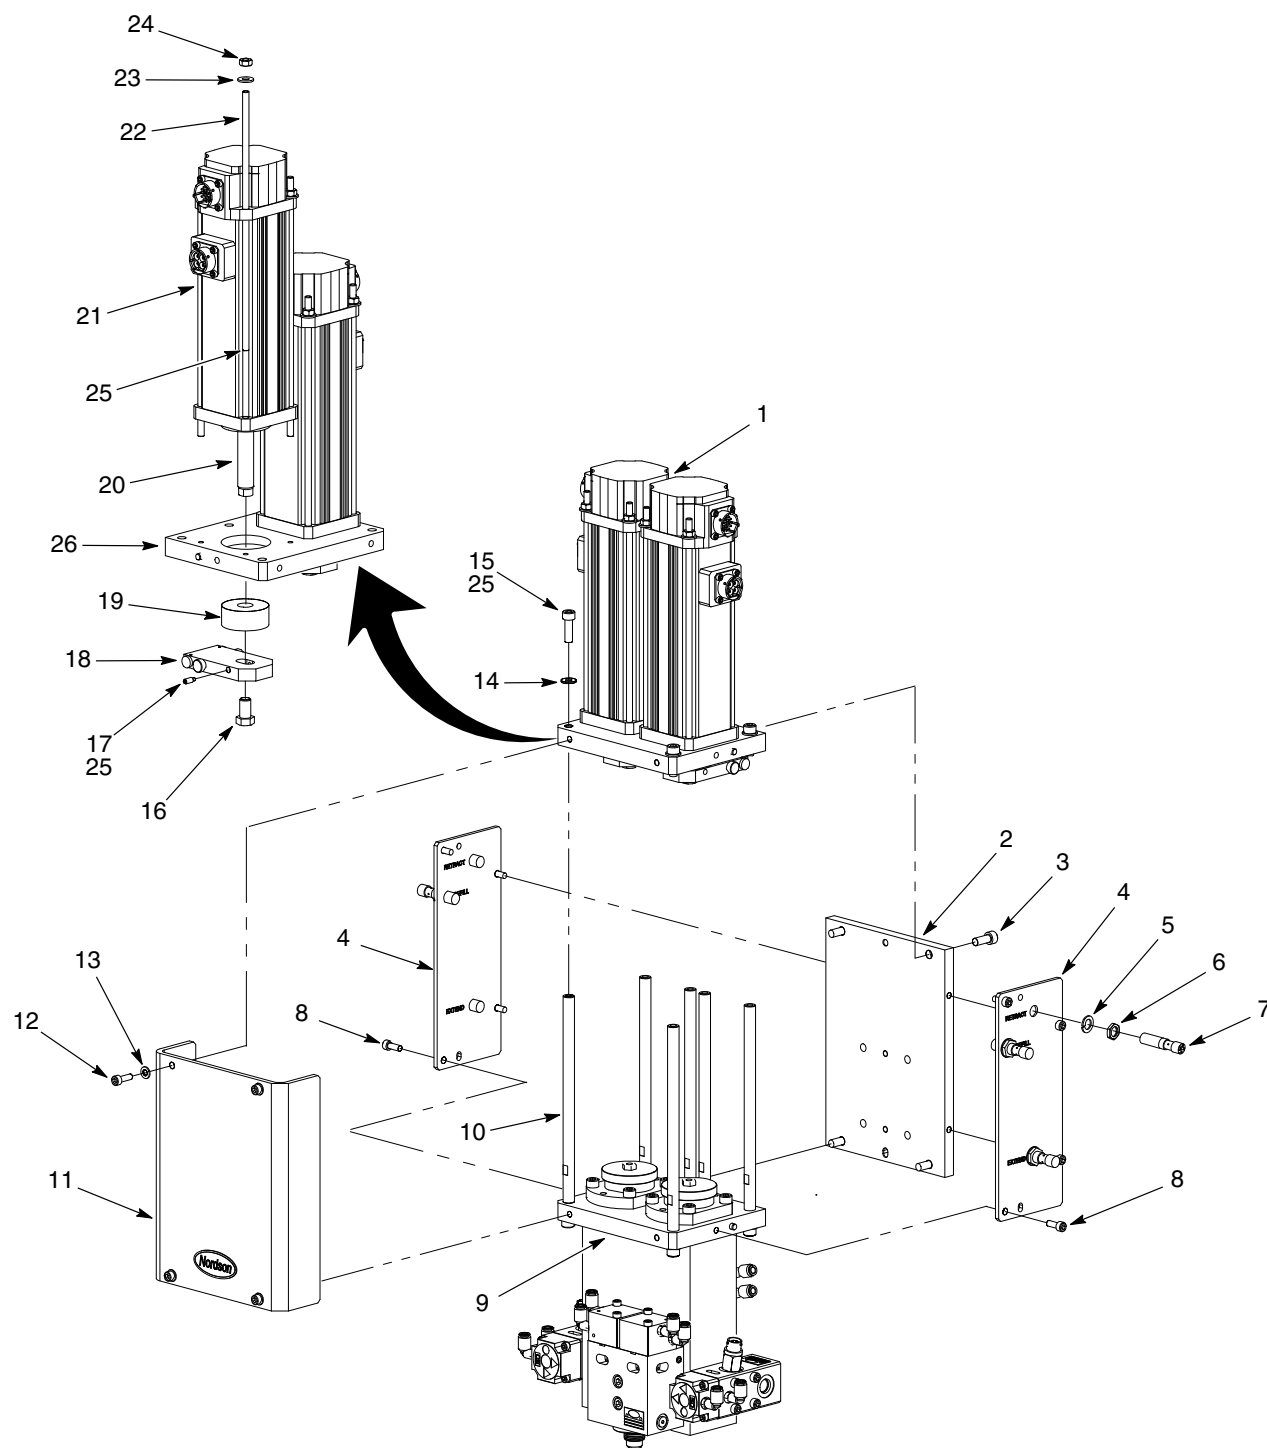
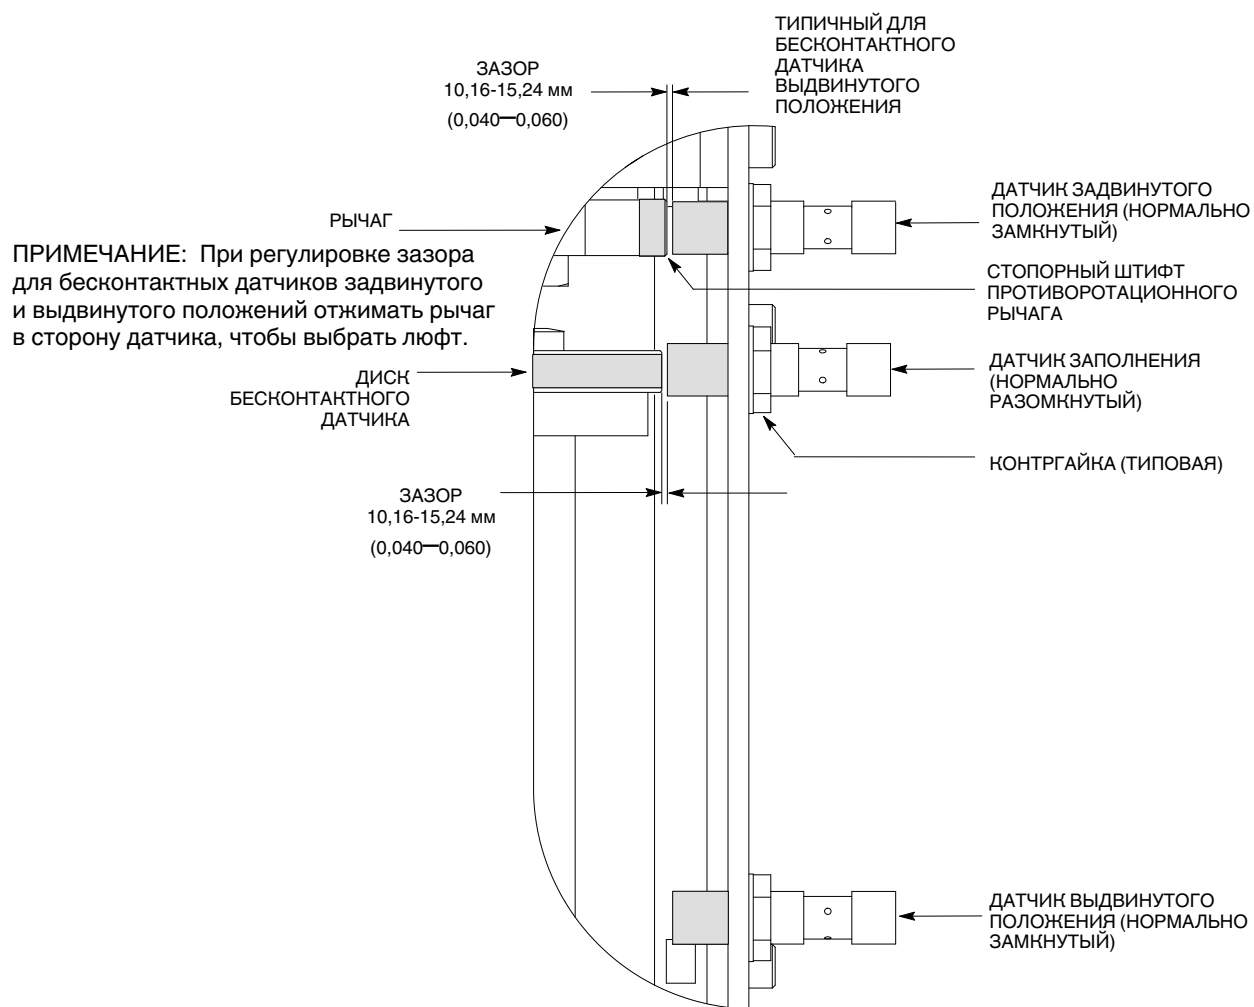

Рис. 7 Ремонт узла линейного привода и бесконтактных датчиков
Рис. 8 Настройка бесконтактных датчиков
При замене линейного привода руководствоваться рис. 7 и следовать нижеуказанной процедуре.
1. См. рис. 7. Отсоединить кабель от бесконтактного датчика (7).
2. Вывернуть винты (12) со стопорными шайбами (13) крепления кожуха (11) к узлу линейного привода (1) и фланцу корпуса (9).
3. Ослабить контргайку (6). Снять бесконтактный датчик (7), отвернуть контргайку (6) и снять стопорную шайбу (5) с пластины бесконтактных датчиков (7).
4. Поставить контргайку (6) и стопорную шайбу (5) на пластину бесконтактных датчиков (7).
1. См. рис. 8. Выдвигать или задвигать линейный привод, пока стопорный штифт противоротационного рычага не расположится непосредственно за датчиком.
5. См. рис. 7. Смонтировать кожух (13) на линейном приводе (1) и фланце корпуса (9), используя шайбы (12) и винты (11). Надежно затянуть винты.
1. См. рис. 8. Выдвигать узел плунжера, пока диск бесконтактного датчика не расположится непосредственно за датчиком.
3. Присоединить кабель к бесконтактному датчику (7).
4. См. рис. 7. Смонтировать кожух (13) на линейном приводе (1) и фланце корпуса (9), используя шайбы (12) и винты (11). Надежно затянуть винты.